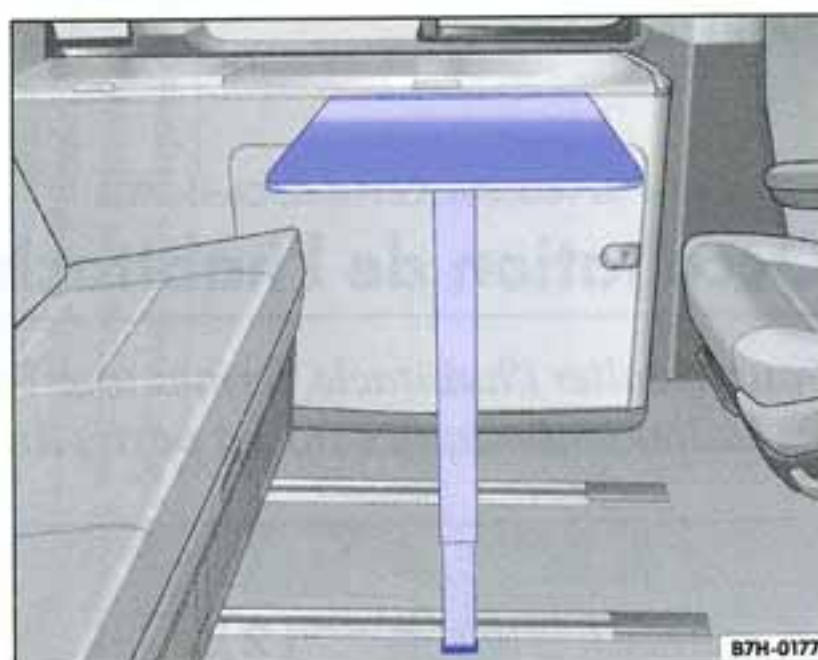

Fig. 26 Table de travail montée
- Déverrouillez la partie inférieure du pied réglable en hauteur en appuyant sur le bouton rouge et tirez-la jusqu'à ce qu'elle s'encliquette fermement ⇒ fig. 26.
- Déverrouillez la partie inférieure du pied réglable en hauteur en appuyant sur le bouton rouge et enfoncez-la jusqu'à ce qu'elle s'encliquette fermement ⇒ fig. 26. ▶